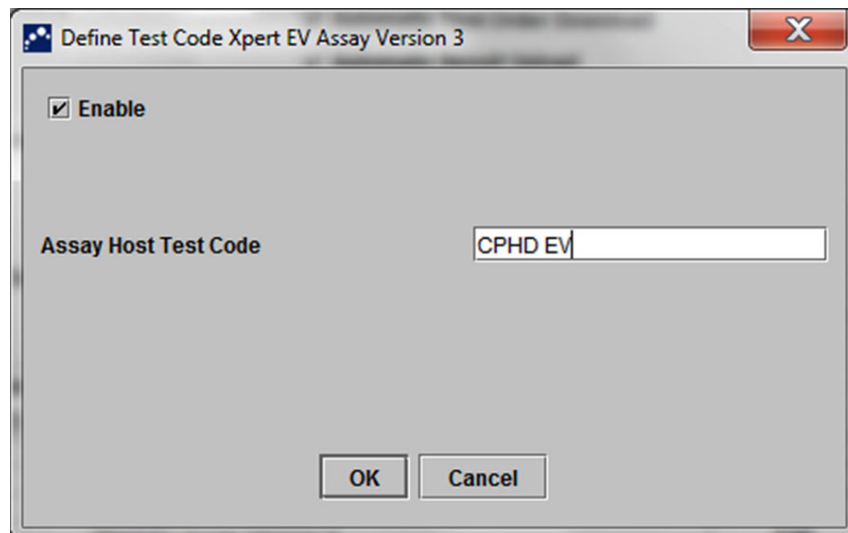

Figura 2-83. Caseta de dialog Definire cod de testare pentru o analiză cu un singur rezultat
1. În secțiunea tabelului **Cod de testare gazdă (Host Test Code)** a filei **Setări comunicare cu gazda (Host Communication Settings)** (consultați Figura 5-93), faceți clic pe butonul **Editare (Edit)** dorit pentru a modifica setarea. Apare caseta de dialog **Definire cod de testare (Define Test Code)**. Consultați Figura 2-83.